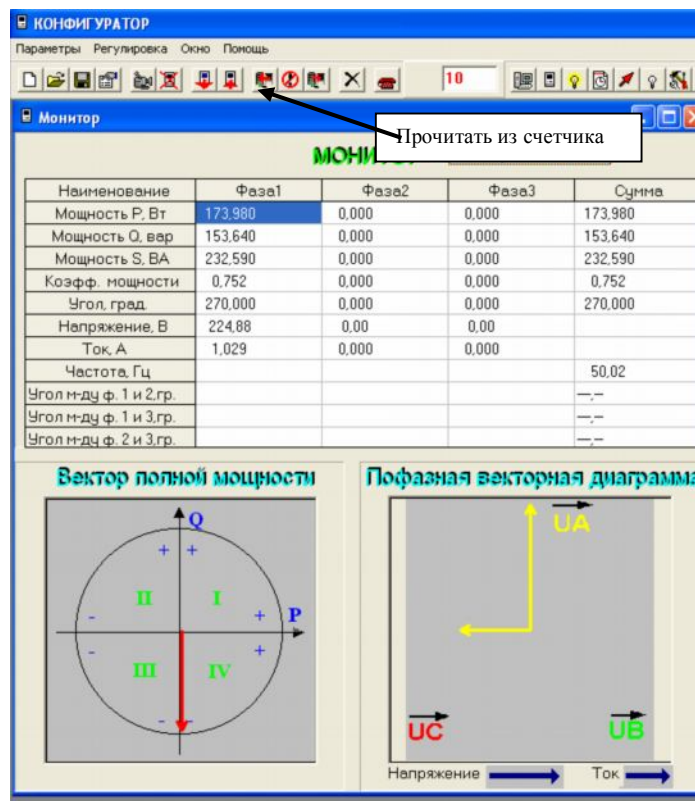

Рис.15
1. выбрать пункт меню «Монитор». При этом на экране монитора ПК появится окно «Монитор» (рис.15), в котором, в случае успешного обмена, будут отображены вспомогательные параметры и векторная диаграмма трехфазной сети (вектора полной мощности, тока и напряжения);